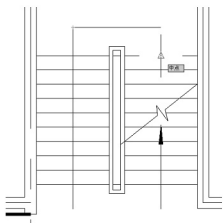
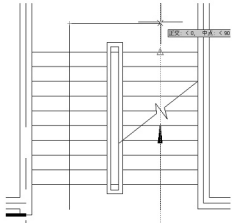

图 2.117 光标放在踏步线中点
图 2.118 寻找水平线和垂直虚线的交点
(4) 在指定下一个点或 [圆弧(A)/半宽(H)/长度(L)/放弃(U)/宽度(W)]: 提示下, 将光标放置在如图 2.117 所示的踏步线中点位置, 不单击, 然后将光标垂直向上拖动, 拖出垂直虚线。把光标放置在如图 2.118 所示的水平线和垂直虚线的交点位置, 然后单击, 以确定下行第二段箭头杆的长度, 并保证第三段箭头杆的位置能够居于右侧梯段。